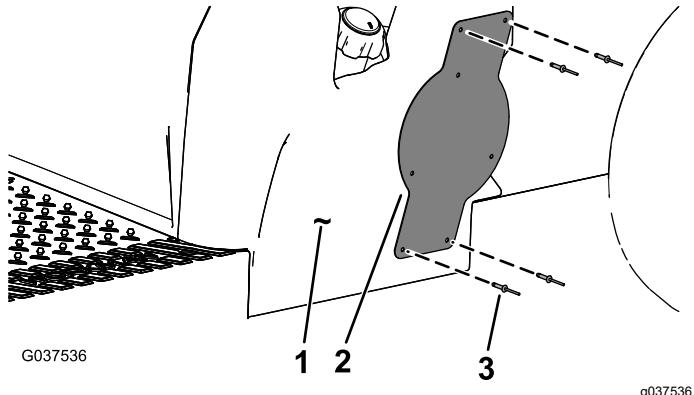

Figura 11
7. Montate la staffa del supporto della piastra sul lato della base del sedile utilizzando 4 ribattini con spina (3/16" x 15/16"), come illustrato nella Figura 11.